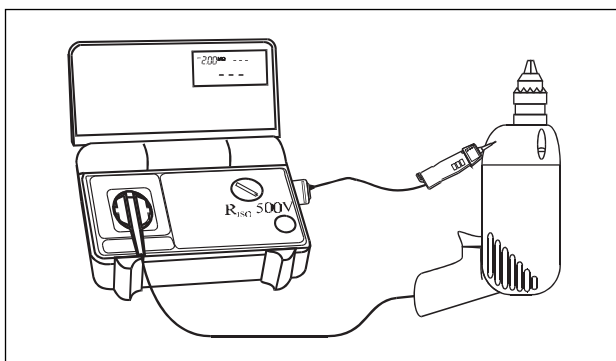

Abb.7.16
- Den Prüfling mit der Prüf-/Netzsteckdose des UNITEST MACHINEmaster verbinden und Prüfling einschalten. Mit dem COMMANDER 1 alle berührbaren leitfähigen Teile abtasten (siehe Abb. 7.16).